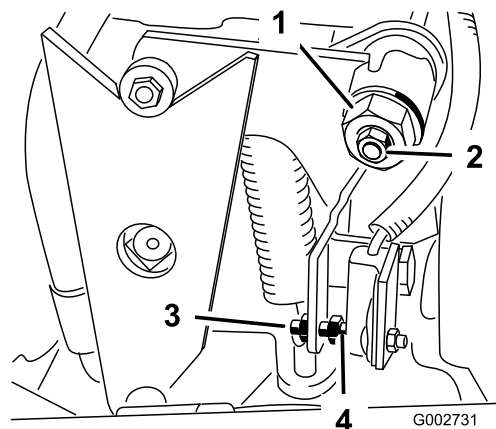

Figura 33
4. Desaperte a porca de bloqueio no excêntrico de tracção (Figura 33).
5. Ligue o motor e rode o excêntrico sextavado (Figura 33) em ambas as direcções para determinar a posição intermédia do ponto morto.
3. Ajuste o parafuso até a folga de ar ser de 1,5 mm $\pm 0,80$ (Figura 33).